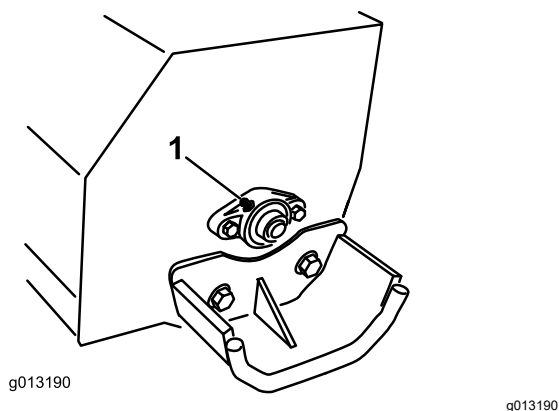

Bild 6
3. Reinigen Sie den Schmiernippel mit einem Lappen (Bild 6).